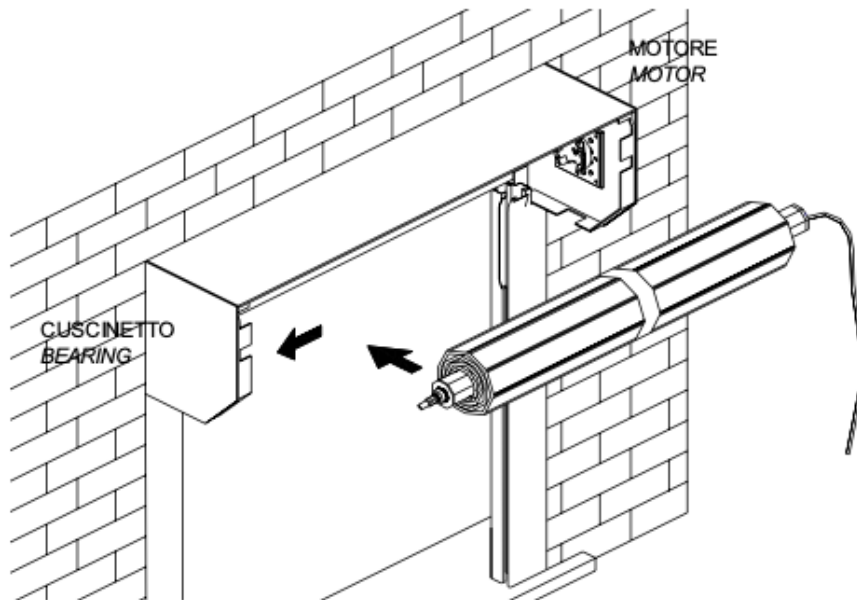

Fig. 13
- Installer le volet enroulé sur le tube octogonal dans le coffre dans les supports de fixation précédemment installés. (Fig. 13)